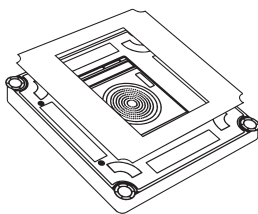

图6
- B.将抹布正确的贴到机身底部，确保不要挡住驱动轮和防摔传感器。（图6）